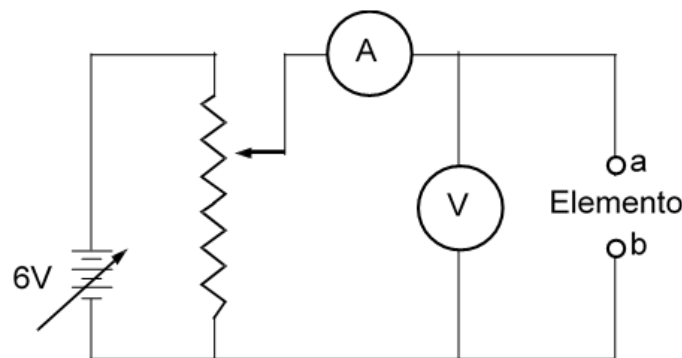

Figura 15.1: Disposición del circuito con los instrumentos de medición eléctrica
- 2) Arme el circuito como se muestra en la figura 15.1 y regulando la fuente para que entregue 6V.